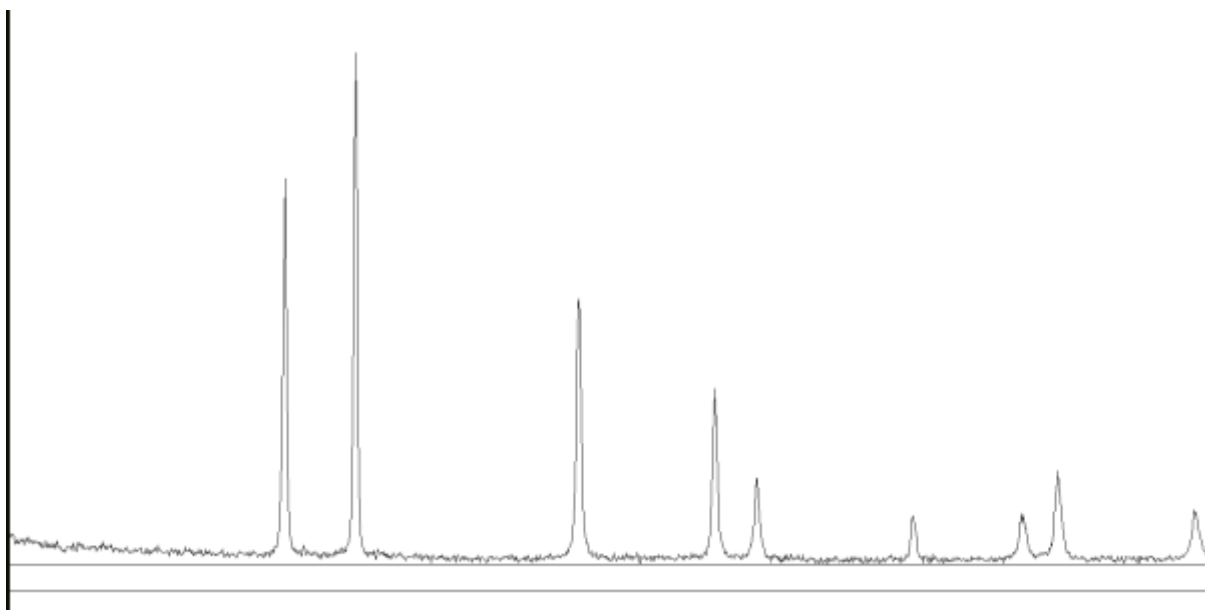

Рис. 2.1. Дифрактограма зразка сполуки PbS.
Результатом зйомки зразка на дифрактометрі є цифровий двомірний масив 2Θ - інтенсивність (I), графічне представлення якого показано на рис. 2.1.